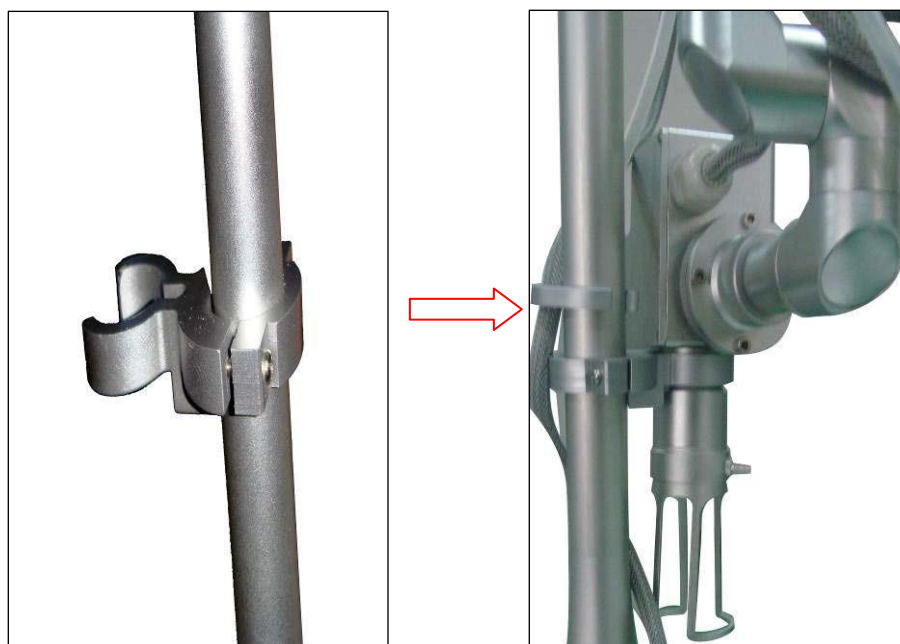

Figura 4.3-7
7) Instale o grampo nº 2. Use o parafuso M3 para prender o grampo nº 2. (Figura 4.3-7).